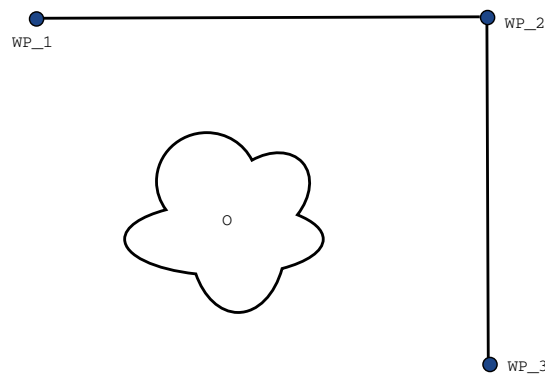

Figure 14.2: WP\_1: начальное положение, WP\_2: промежуточная точка, WP\_3: положение захвата, O: препятствие.
**Пример** Рассмотрим операцию захвата и перемещения в качестве примера (см. рисунок 14.2), где робот в настоящий момент находится в контрольной точке 1 (WP\_1) и должен выполнить захват объекта в контрольной точке 3 (WP\_3). Во избежание столкновений с объектом и другими препятствиями (O) робот должен двигаться к WP\_3 в направлении из контрольной точки 2 (WP\_2). Таким образом, три контрольных точки участвуют в создании пути, удовлетворяющего требованиям.